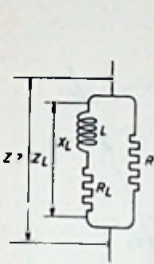

Fig. 27
V. Parallelschakeling van een ohmse weerstand aan een spoel met ohmse weerstand (fig. 27).
Ook hier wordt weer begonnen met het construeren van Z_L . Deze constructie is geheel gelijk aan die van fig. 27. Dus eerst X_L omhoog op de verticale as afzetten, in 't uiteinde R_L loodrecht naar rechts en het punt P verbinden met O. De cirkelboog door O en P is nu de meetkundige plaats van de impedantie Z. De waarden daarvan liggen tussen O en P (linksom). Wanneer $R = \infty$ zal $Z^\infty = Z_L$ (zie fig.).